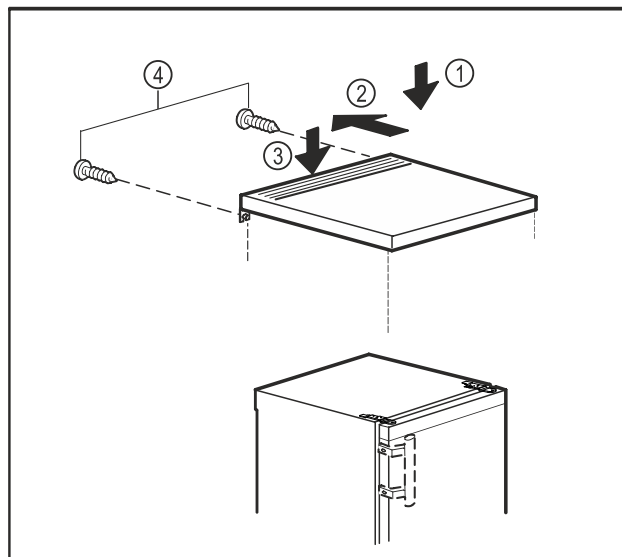

Fig. 11
- Læg bordpladen på apparatet. Fig. 11 (1)
- Skub bordpladen tilbage. Fig. 11 (2)
- Tryk bordpladen tilbage og ned. Fig. 11 (3)
- Skru skruerne fast på bagsiden. Fig. 11 (4)